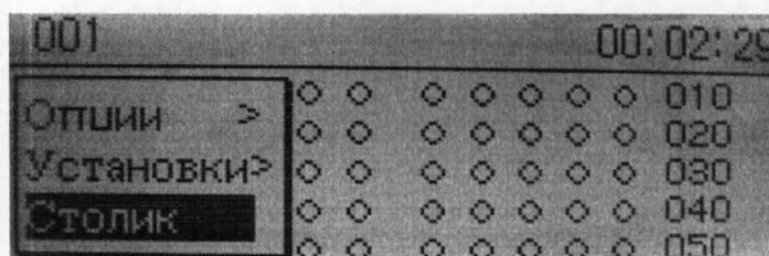

Рис. 42
1. В режиме тестового окна, нажмите кнопку «FN», откроется скрытое меню. Рис. 42